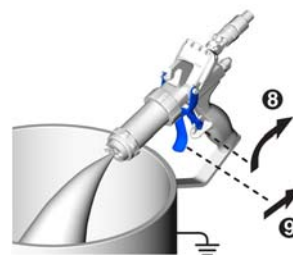

ABB. 21
11. Die Abzugssperre an der Pistole entriegeln. Siehe ABB. 21.
12. *Spülluft aus Harz- und Katalysatorschläuchen:* Während ein geerdeter Eimer unter der Pistole steht, die Pistole gegen die Seite des Eimers drücken und am Abzug ziehen, um Material auszugeben. Weiter ausgeben, bis an beiden Öffnungen an der Vorderseite der Pistole Material ohne Luftblasen ausgegeben wird. Siehe ABB. 21. Der Luftdruck der Pumpe kann eventuell leicht erhöht werden müssen, bis das Material zu fließen beginnt.